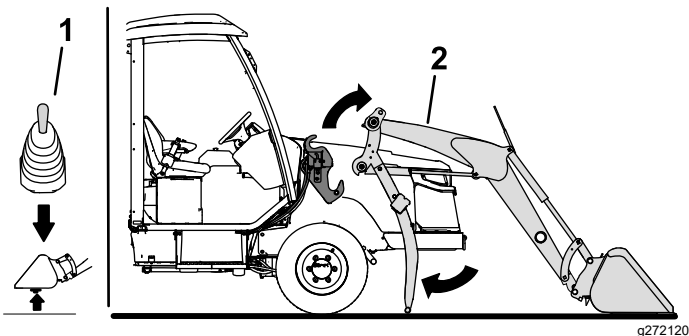

Figure 48
4. Utilisez le levier multifonction pour lever les bras de la chargeuse hors des supports sur le cadre de la chargeuse (Figure 48).